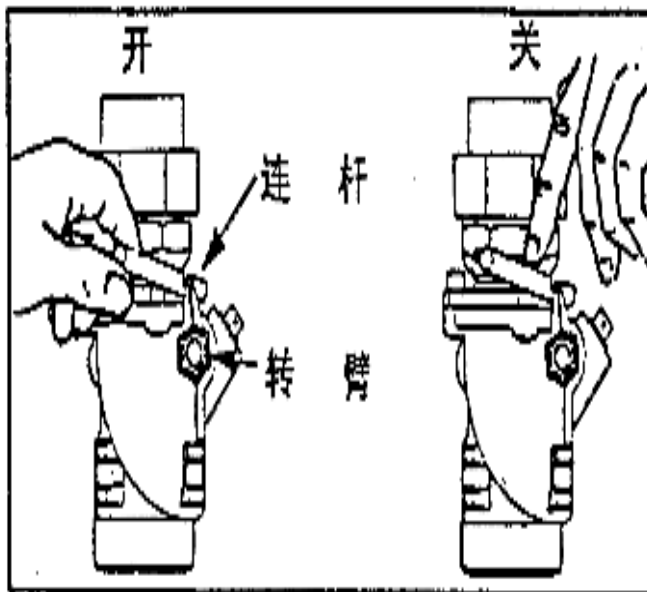

图 6
- 10、潜油泵加油机上使用的紧急切断阀, 每年至少应进行一次检查维护: 手动打开、关闭阀门若干次, 以预防污垢沉积或其它可能引起阀不正常工作的情况。进行上述操作时, 首先要关闭加油机和潜油泵的电源, 断开连杆和转臂的连接, 通过转动转臂打开或关闭阀门; 在启动加油机和潜油泵之前, 连接转臂和连杆, 打开阀门。(见图6)